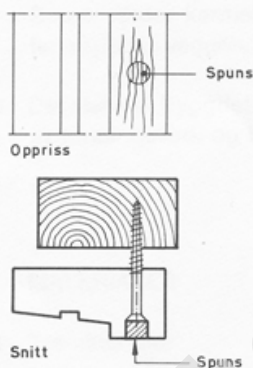

Fig. 215
- 215 Vinduer som skal males, festes med vanlig stift eller dykkert som er tilstrekkelig lang til å gi godt hold i vegg – nr. 34/100 eller nr. 38/125, alt etter størrelsen på fugen og holdet i vegg. Brukes vanlig stift, bør hodet bankes flatt på forhånd slik at det er lettere å dore inn. Det blir også mindre synlig merke i treet. Hvis trestrukturen skal være synlig, festes vinduet med skruer som plasseres i utborede hull. Fig. 215. Enkelte vindustyper leveres med spesielle monterings-skruer som til dels gjør skoling unødvendig, og som muliggjør senere justering av vinduet.